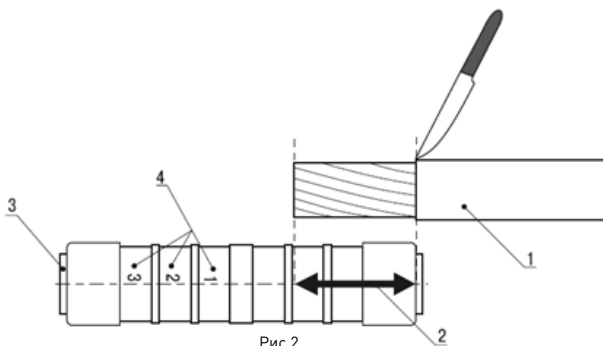

Рис.2
Приложивши провід (1) до гільзи згідно рис.2, намітьте довжину ізоляції, яку потрібно зняти. Двохстороння стрілка (2) на корпусі вказує на необхідну довжину. Зніміть ізоляцію з проводу. Введіть провід в гільзу через герметичне кільце (3) до упору. Встановіть в інструмент для опресування матрицю з типом указаним в табл.1. Опресуйте гільзу по секторам (4), які вказані на гільзі. Те саме зробіть з іншим провідником.